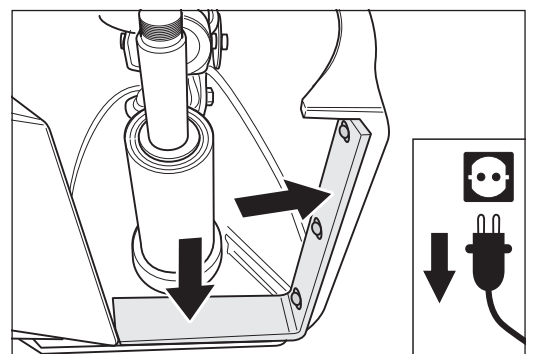

Abb. 47 Der Dichtfilz darf keine Beschädigungen aufweisen. Gegebenenfalls muss er ersetzt werden! **Abbildung ähnlich.**
- Beachten Sie, dass der Dichtfilz nicht beschädigt oder abgenutzt ist (Abb. 47)!